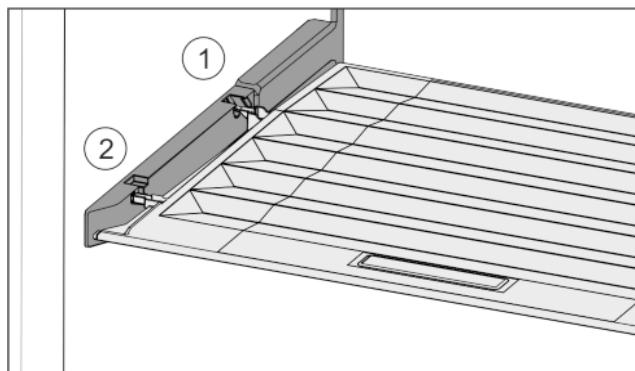

Fig. 29
- Introduceți nervura capacului prin orificiul suportului posterior Fig. 29 (1) și închideți-l în față în suport Fig. 29 (2).